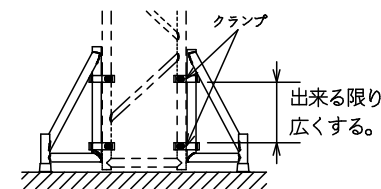

図2 クランプ取付け位置
2. 図2のように位置を決めてから、上下のクランプをしっかりと固定してください。